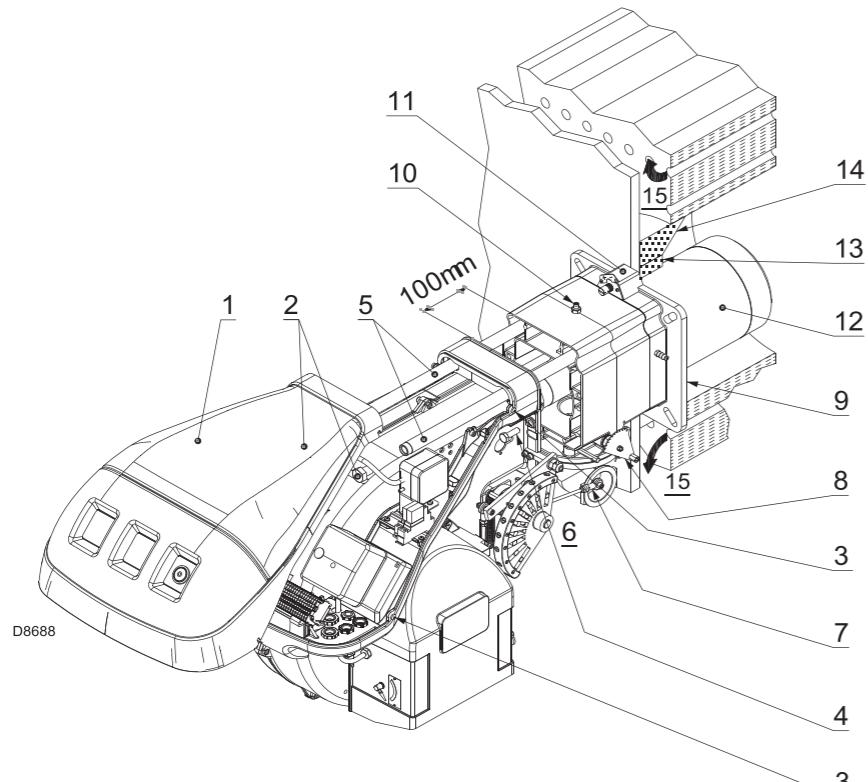

图 12
燃烧筒 12(图 12)长度的选择必须符合锅炉制造商的要求，在任何情况下都应长于锅炉炉门安装炉补后的厚度。
带前烟道 15)(图 12)或中心回焰式炉膛的锅炉其使用耐火材料制成的保护性炉补 13) 必须装于锅炉炉补 14) 和燃烧筒 12) 之间。
从燃烧器上取下燃烧头，如图 图 12 所示。
一旦上述操作 (如必要) 已经完成，固定法兰 11)(图 12) 到锅炉上，并在中间插入随附的隔热垫 9)(图 12)。
- 将燃烧器重新装回到滑杆 3) 上，距管路连接处 4) 约 100mm，此时燃烧器位置如图 12 所示；